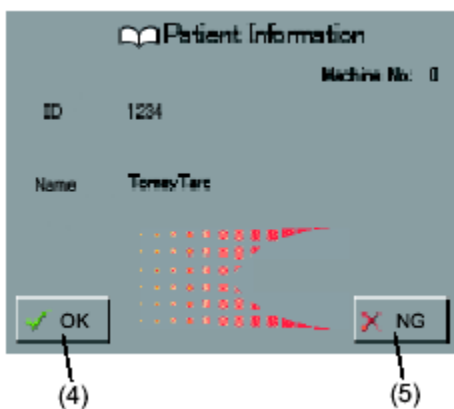

Рисунок 2
1) Нажмите на поле ввода данных толщины роговицы в центральной зоне (CCTR или CCTL) для тех данных, которые вы хотите скорректировать (1). Появится симулированная клавиатура. Введите заранее полученные данные толщины роговицы в центральной зоне.
2) Внутриглазное давление, скорректированное в соответствии с данными толщины роговицы, показаны в поле «aIOP» (2).
3) Нажмите клавишу «Fx» (3). Появится око для ввода коэффициента коррекции (Рисунок 2).
(Рис. 2)
2) Если вы коснетесь полей ввода номера (1) или имени (2) пациента, то появится виртуальная клавиатура с буквами и цифрами. Введите в соответствующих полях номер и имя пациента. Для подтверждения введенных данных нажмите на клавишу «OK» (3). После подтверждения введенных данных, откроется окно с данными пациента «Patient Information» (Рисунок 2). Если вы хотите провести данные временно, без их дальнейшего сохранения то можете не вводить идентификационного номера Пациента «Patient’s ID», а нажмите клавишу «OK» (3 на рисунок 1).
3) В окне с данными пациента «Patient Information» (Рисунок 2) проверьте правильность введенного идентификационного номера Пациента «Patient’s ID», а нажмите клавишу «OK» (4). После подтверждения введенных данных открывается окно измерения, в котором уже отображается полученный от оператора идентификационный номер Пациента «Patient’s ID» в соответствующем поле. Если нажать на клавишу “NG” (5), то введенные данные будут стерты и откроется предыдущее окно (Рисунок 1).
1) После окончания измерения, нажимая на кнопку «TOMEY Link» вы перейдете в окно "Patient Information, Send data screen" (Окно отправки данных в программу, данные пациента) (рис. 2) В случае, если включена функция Автоматической печати, то окно "Patient Information, Send data screen" оказывается (Рис. 2) после того, как данные автоматически распечатываются. В случае, если функция Автоматической печати выключена, вы можете распечатать данные до сохранения их в программе "TOMEY Link", если нажмете на клавишу «Print» (4).
2) Перед окончательной отправкой данных пациента еще раз проверьте правильность ввода ID пациента (2), и, если он введен правильно, нажмите кнопку «Send» (отправить) (3). Тогда, ID Пациента и относящиеся к нему данные измерения будут отправлены в базу данных программы. Если ID Пациента введен не правильно, то нажмите кнопку «Clear» (очистить) (6), и введите данные пациента заново. В случае, если вы нажали клавишу «TOMEY Link» (1) по ошибке, то нажмите кнопку «Cancel» (5) и вы возвратитесь к окну измерения без потери информации о пациенте и данных измерения.
Для выхода в окно Настроек (рисунок 2), нажмите кнопку «Setup» (Настройки) (1) на тактильно сенсорной панели на экране прибора. Затем, выберите нужные для редактирования параметры, нажимая на соответствующие им изображения (2) на левой стороне экрана и в открывающихся окнах производите настройку выбранных параметров измерения.